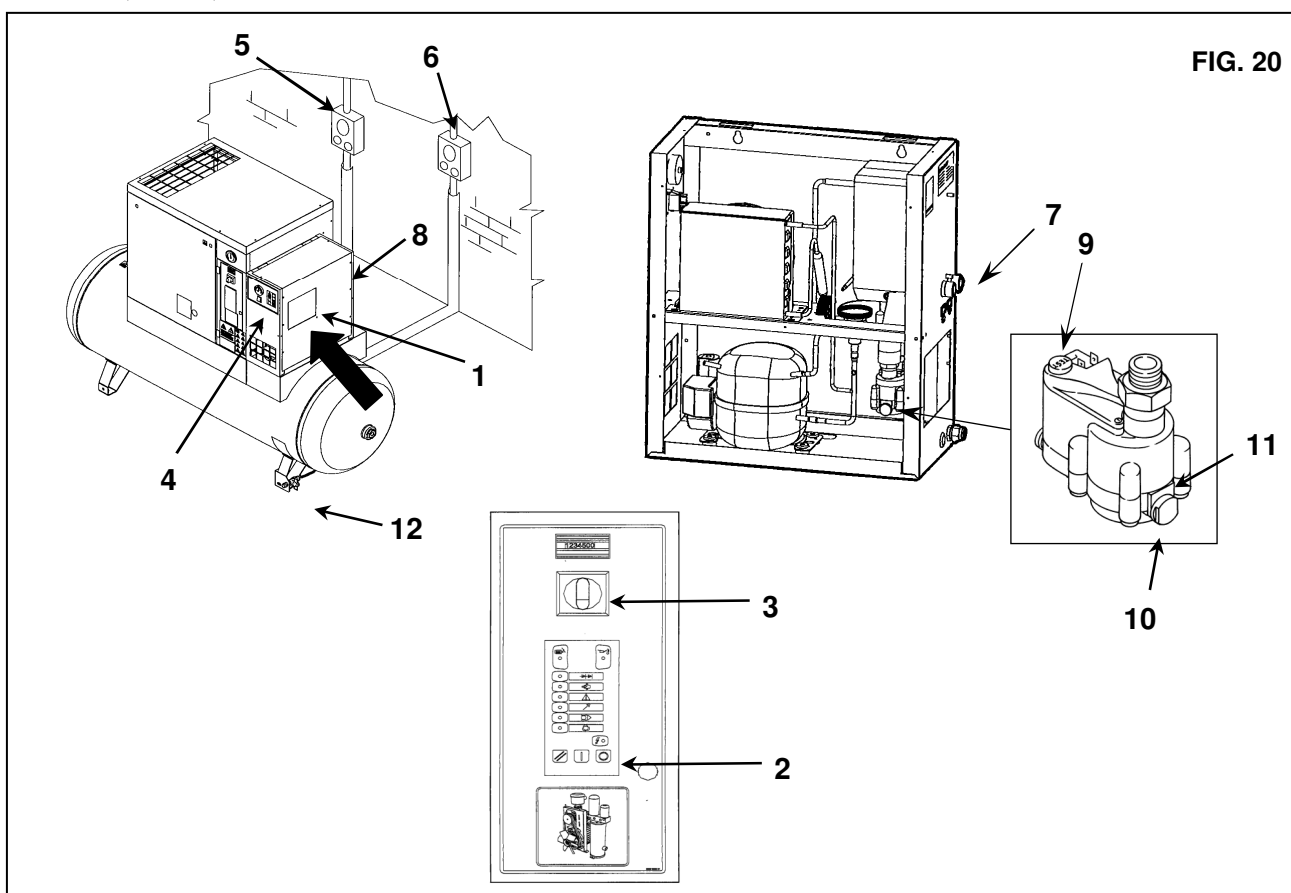

FIG. 20
Condensatorul trebuie curățat în fiecare lună (Ref. 1 în Fig. 20).
- Apăsați butonul Ref. 2 (Fig. 20) pentru ca mașina să se oprească după 30 de secunde de funcționare în gol.
- Treceți întrerupătorul-separator Ref. 3 pe poziția "0" (Fig. 20) și blocați-l cu lacătul.
- Apăsați comutatorul cu buton Ref. 4 (Fig. 20).
- Comutați pe Pornit întrerupătorul diferențial al alimentării Ref. 5 (la compresorul cu șurub) și Ref. 6 (la uscător, dacă este montat) din Fig. 20.
- Scoateți protecția Ref. 8 (Fig. 20).
- Curățați aripioarele condensatorului Ref. 1 (Fig. 20) cu aer comprimat (Fig. A). **NU UTILIZAȚI APĂ SAU SOLVENȚI.**
- Remontați protecția Ref. 8 (Fig. 20).
15.8 CURĂȚAREA FILTRULUI DE COLECTARE A IMPURITĂȚILOR (Fig. 20)
- Închideți robinetul Ref. 7 (Fig. 20).
- Depresurizați uscătorul prin apăsarea butonului "TEST" de golire a condensului pentru aprox. 10-20 de secunde, montat pe temporizator (Ref. 9 în Fig. 20).
- Comutați pe Pornit întrerupătorul diferențial al alimentării Ref. 6 din Fig. 20 (la uscător, dacă este montat).
- Eliberați presiunea din mașină deschizând robinetul Ref. 12 (Fig. 20).
- Scoateți opritorul Ref. 10 (Fig. 20).
- Scoateți filtrul Ref. 11 (Fig. 20).
- Deschideți robinetul Ref. 7 (Fig. 20).